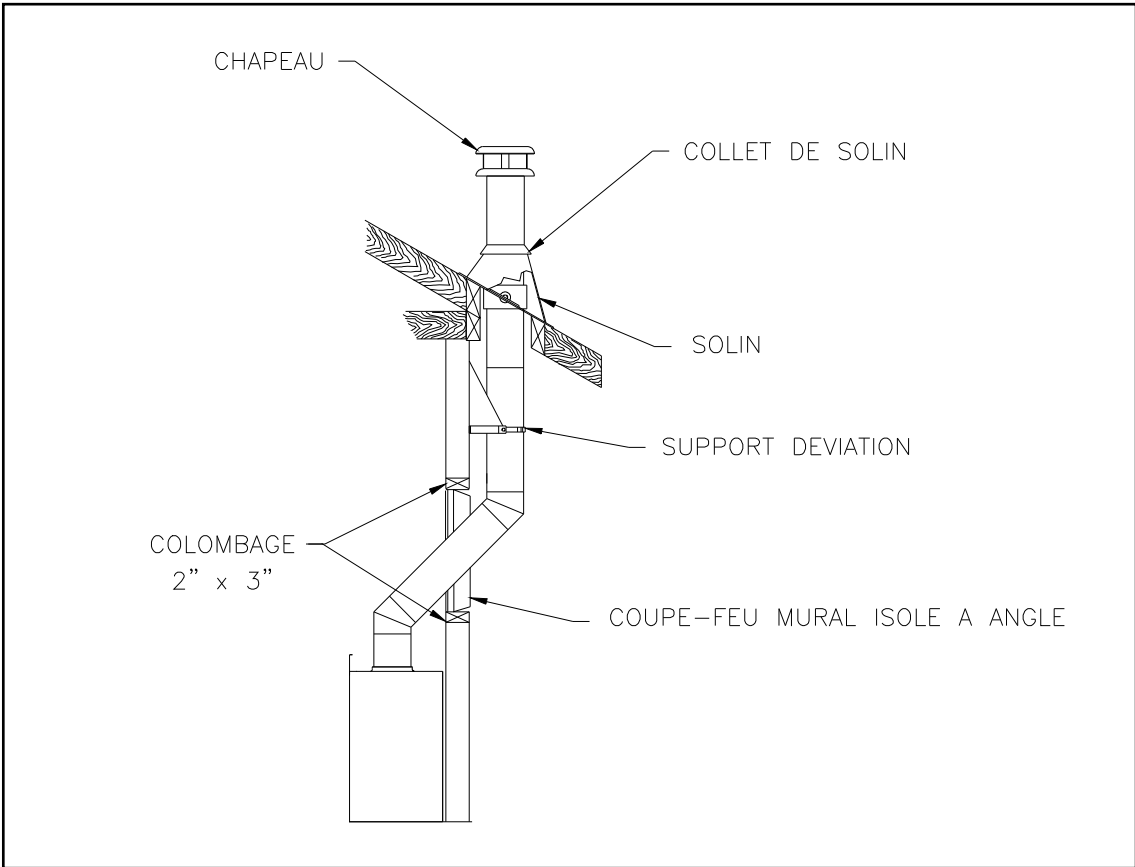

Figure 34
1. Installez le premier coude, l'orienter dans la direction désirée. Verrouillez-le à la cheminée à l'aide de trois (3) vis de 12 mm (1/2 po.) de long (fourni avec le coude).
2. Installez la longueur de cheminée nécessaire pour obtenir le dévoiement désiré. Verrouillez les sections entre elles. Il est recommandé d'utiliser trois (3) vis de 12 mm (1/2 po.) de long. Si la déviation est faite de deux sections et plus, utilisez un support de déviation ou de toit à mi-chemin, le long de la déviation. Si la déviation traverse un mur, utilisez un coupe-radiation mural (Figures 34 & 35).
3. Placez le deuxième coude pour ramener la cheminée à la verticale. Verrouillez-le à la cheminée à l'aide de trois (3) vis de 12 mm (1/2 po.) (fourni avec le coude).